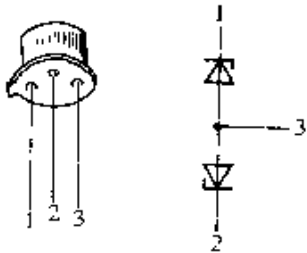
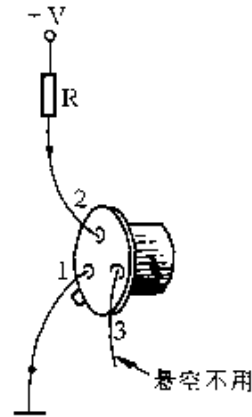

图 2-181
图 2-182
(3) 三引脚稳压管
三引脚稳压管是一种具有温度补偿的稳压二极管,如 2DW7 系列、2DW8 系列等,其外形与晶体三极管一样,具有三条管脚,其管壳内包含了两个背靠背反向串联的稳压二极管,如图 2-181 所示。工作时,这两个反向串联的二极管一个反向击穿,另一个正向导通。由于二极管正向导通和反向击穿时的温度系数正好相反,可以互相抵消。因此,这类稳压二极管具有较高的温度稳定性,主要应用于对温度稳定度要求较高的精密稳压电路中。三引脚稳压管的引脚编号见图 2-181。①脚和②脚分别为两个稳压二极管的负极,由于是对称的,可随意互换,使用时一个接电源正极,另一个接地;③脚为两个稳压二极管的公共正极,悬空不用,如图 2-182 所示。